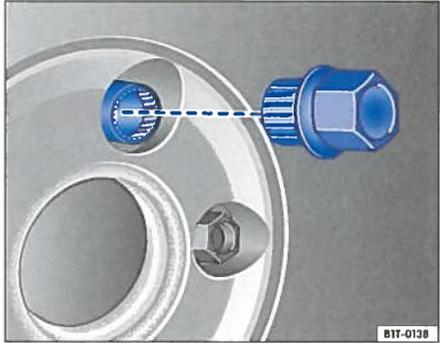

Abb. 107 Radwechsel: Antidiebstahl-Radschraube und Adapter
- Schieben Sie den Adapter bis zum Anschlag in die Antidiebstahl-Radschraube²⁸⁾ ⇒ Abb. 107.